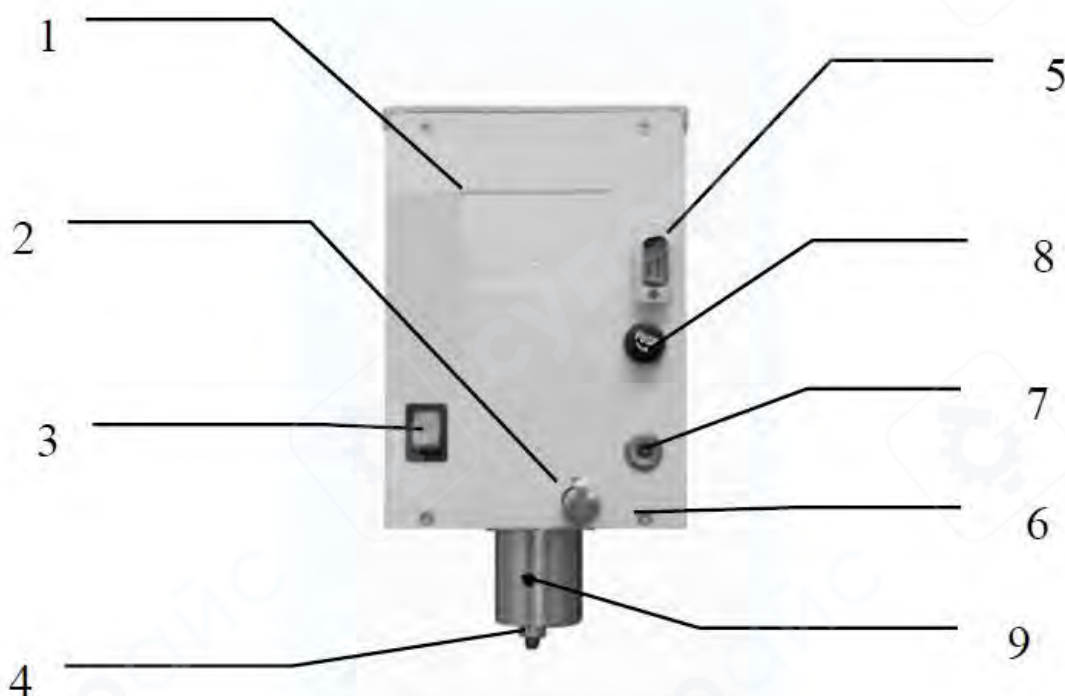

Рисунок 3
(4) Поверните рукоятку подъёмного зажима и проверьте плавность хода и самоблокировку. Если ход слишком свободный или тугой, отрегулируйте стопорный винт зажима отвёрткой. Узел должен свободно перемещаться вверх/вниз; небольшая тугость предпочтительна, чтобы исключить самопроизвольное опускание вискозиметра после установки.
(5) Снимите жёлтый защитный чехол с вала (рисунок 3).
(6) Отрегулируйте выравнивающие винты, чтобы выставить прибор по уровню.